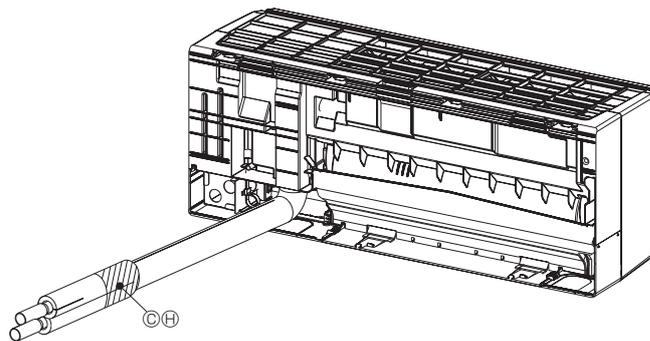

Fig. 3-12
- (4) Coloque los materiales de aislamiento ⑧ en las partes cortadas ③ de las cubiertas de la tubería para aislarlas. (Fig. 3-12, 3-13)